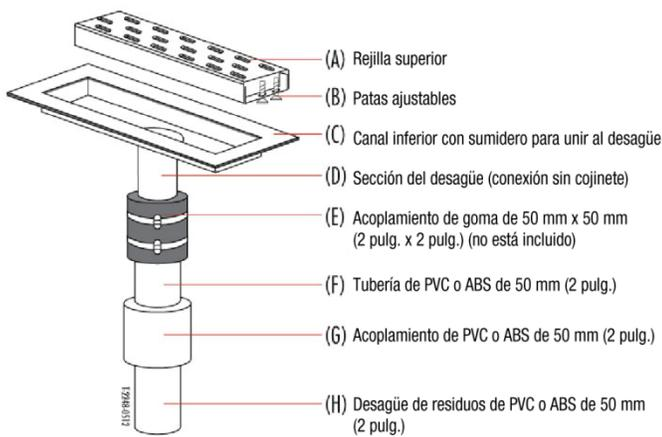

Fig. 3
Instrucciones para realizar una conexión de la tubería de eliminación de residuos sin acceso al acoplamiento de goma ajustado. Fig. 3, corte la tubería de eliminación de residuos (H) de 50 mm (2 pulg.) para que el sumidero, un acoplamiento de goma (E) de 50 mm (2 pulg.), una tubería de plástico (F) de 50 mm (2 pulg.) de longitud (el material de la tubería de plástico debe coincidir con el material de la tubería del sumidero y el acoplamiento de plástico) y un acoplamiento de plástico (G) de 50 mm (2 pulg.) se puedan agregar al desagüe. Revista con cemento un acoplamiento de plástico (G) de 50 mm (2 pulg.) cubriendo la longitud de la tubería de plástico (F) de 50 mm (2 pulg.) de diámetro, utilizando el cemento indicado para PVC o ABS. Sujete el acoplamiento de goma (E) al desagüe del sumidero lineal y a la tubería de plástico (F) de 50 mm (2 pulg.) de diámetro. Ajuste las abrazaderas de manguera al acoplamiento de goma (E) de 50 mm (2 pulg.). La conexión final se realiza cuando se instala el sumidero lineal, al unir con cemento la punta libre del acoplamiento (G) de 50 mm (2 pulg.) de diámetro con la tubería de eliminación de residuos (H). Las salidas laterales de los sumideros se instalarán de igual forma que las conexiones en la tubería de desagüe vertical. Sin embargo, las conexiones de plomería se realizarán a través de la pared.